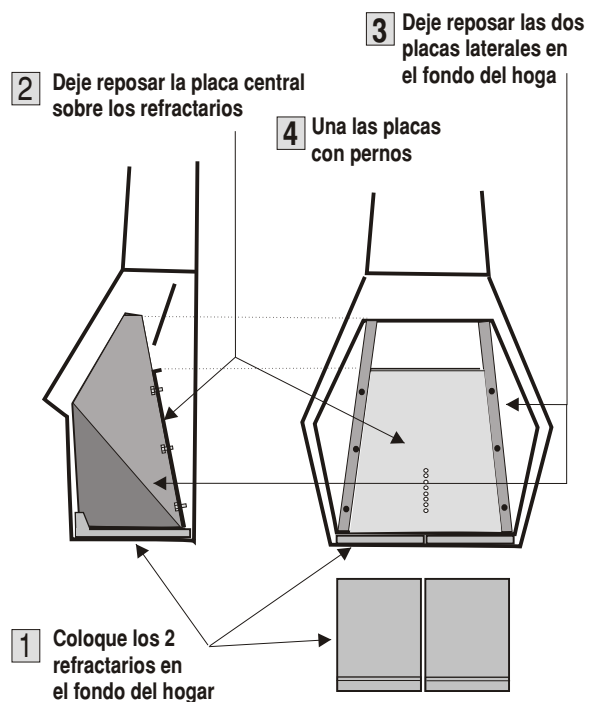

ILUSTRACIÓN 13
11.1. Inserción preliminar del perno de la placa del hogar (solo Chimenea 7100): Antes de instalar el escudo térmico posterior, inserte el perno que sostendrá la placa de hogar interior. Esta va en el hoyo existente en la parte de atrás de la chimenea (**Ilustración 13**).
13.1. Instalación de refractarios: Instale las dos baldosas refractarias simplemente colocándolas en el fondo del hogar (**Ilustración 13**). No requieren sujeción de ningún tipo.